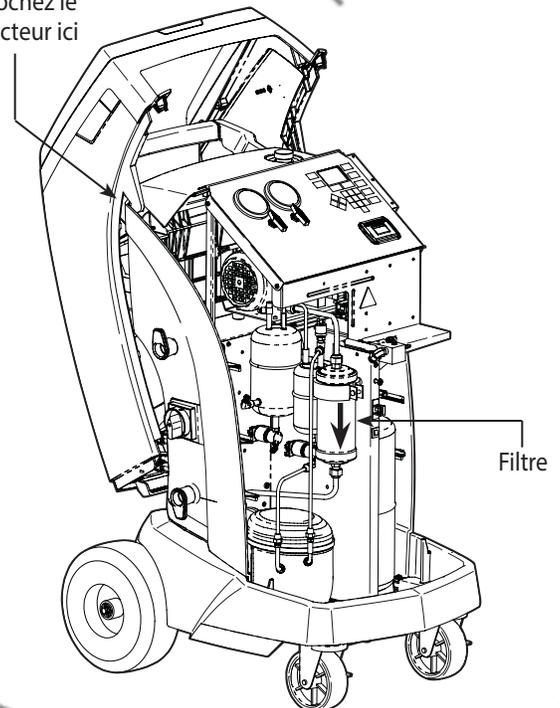

Figure 12
3. Accrochez le déflecteur à l'arrière de la machine comme illustré sur la figure 12.